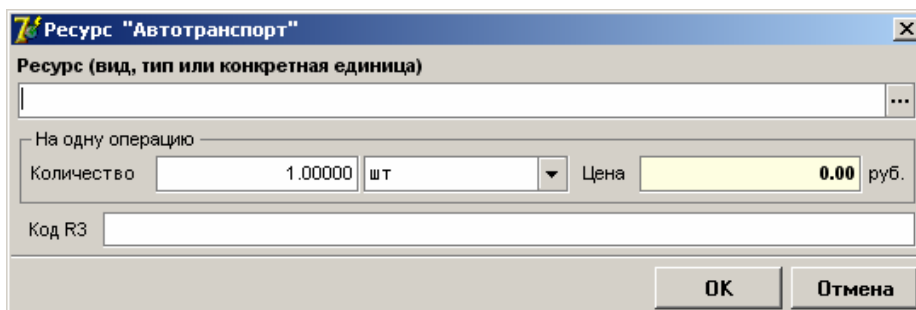

Рисунок 1.36.
2. В открывшемся окне (рис.1.36) заполните поля.
3. Для сохранения ресурса нажмите кнопку <ОК> (рис.1.36). При необходимости введите дату поставки в окне «Ресурсы операции» (рис. 1.35).